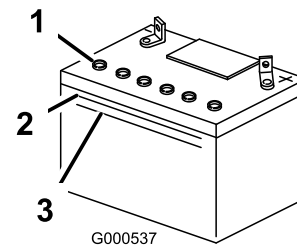

Bild 39
3. Sehen Sie sich die Seite der Batterie an. Der Füllstand muss bis zur **oberen** Linie reichen (Bild 39). Der Säurestand darf nicht unter die untere Linie fallen (Bild 39).
5. Entfernen Sie die Entlüftungsdeckel von der Batterie (Bild 39).
6. Gießen Sie langsam destilliertes Wasser in jede Batteriezelle, bis der Säurestand die obere Linie (Bild 39) am Batteriegehäuse erreicht.
7. Warten Sie nach dem Füllen der Batteriezellen 5 bis 10 Minuten. Gießen Sie bei Bedarf destilliertes Wasser in jede Batteriezelle, bis der Säurestand die obere Linie (Bild 39) am Batteriegehäuse erreicht.